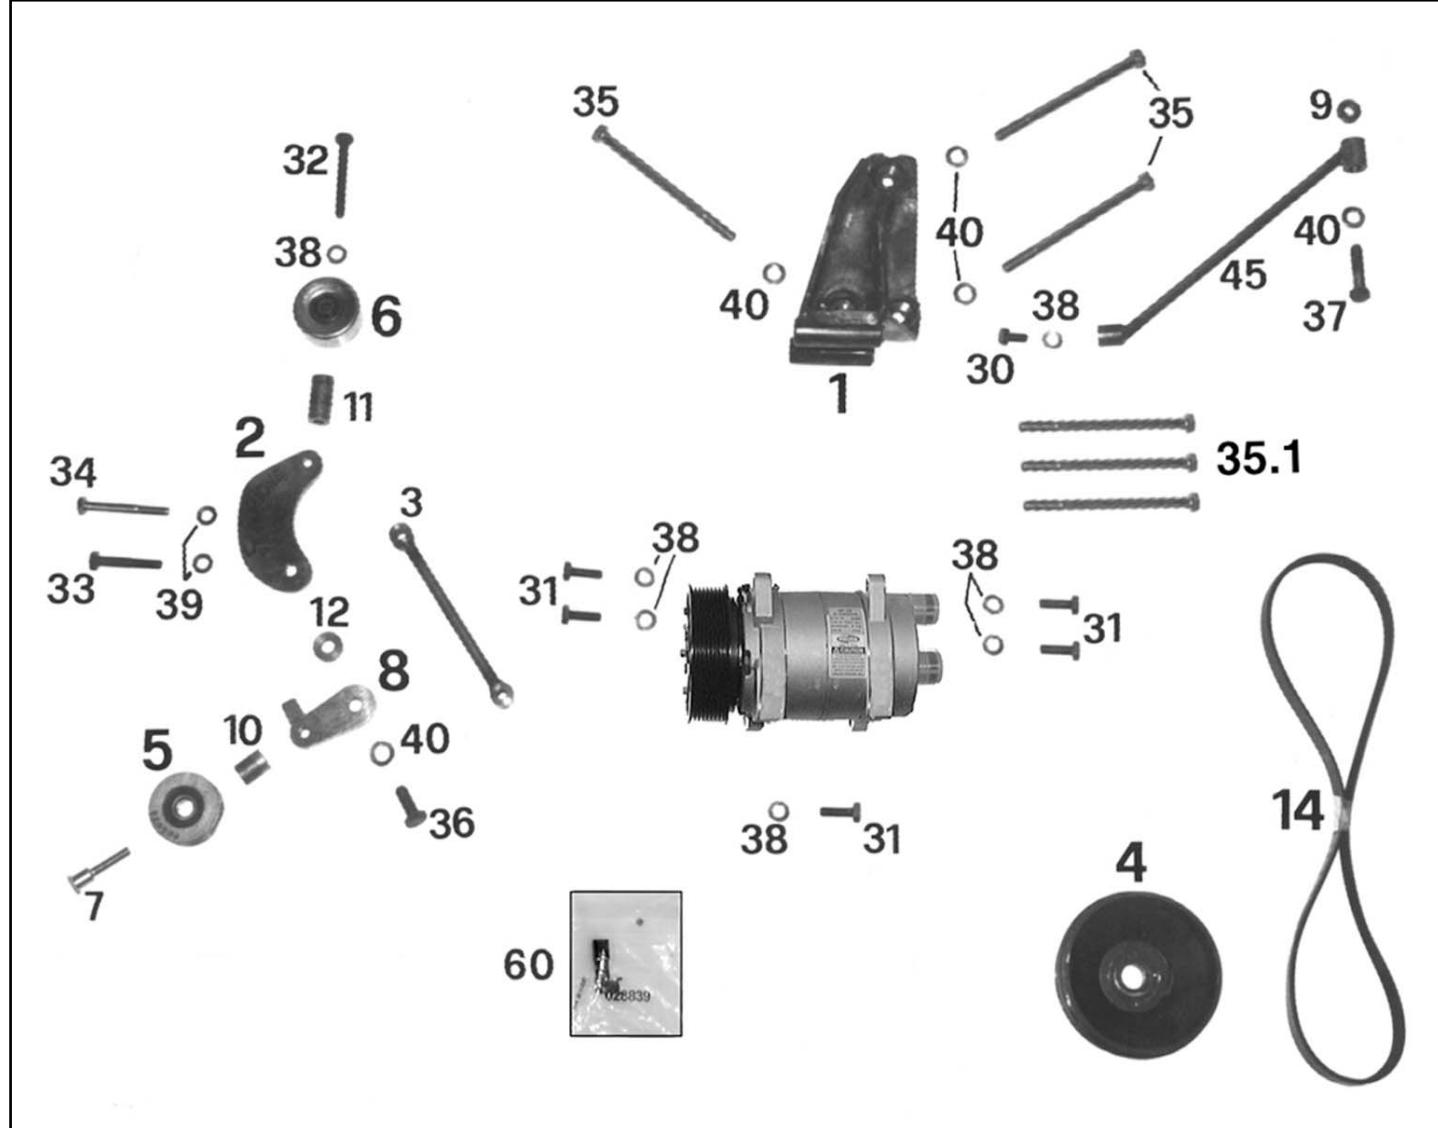

FIG. 1
Tutti i numeri presenti nel testo e nelle figure, indicano componenti forniti del condizionatore e vanno pertanto riferiti ai kit di fig. 1.
Alle Ziffern im Text und der Abbildung 1, beziehen sich auf vorhandene Bestandteile des Bausatzes.
Tous les numéros du texte et des figures indiquent les composants fournis du condenseur. Ils doivent par conséquent être référés au kit de fig. 1.
All numbers quoted in the next and under the photos refer to the components supplied of the air conditioning unit. One must therefore refer to the kit shown in fig. 1.
ATTENTION: Sur les versions 2.500 Diesel, il est nécessaire interposer l'entretoise fournie, pos. 9 de la fig. 1, entre le tirant et le point de fixation «d» au bloc moteur.
CAUTION: In the 2.500 Diesel models the supplied shim (pos. 9 in Fig. 1) must be installed between the tie-rod and point «d» for securing to the engine block.
ACHTUNG: Bei den Versionen 2.500 Diesel ist es notwendig das gelieferte Abstandsstück Pos. 9 der Abbildung 1 zwischen Stütze und Befestigungspunkte «d» am Motorblock zwischenzulegen.